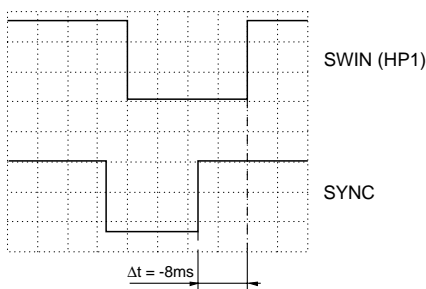

Fig. 23
- Mit den Tasten "+" / "-" den Zeitabstand zwischen dem Kopfschaltimpuls und der steigenden Flanke des CTL-Impulses auf $\Delta t = -8\text{ms}$ (Fig. 23) einstellen.
- Using the "+" / "-" buttons set the time interval between the head pulse and the rising edge of the CTL pulse to $\Delta t = -8\text{ms}$ (Fig. 23).